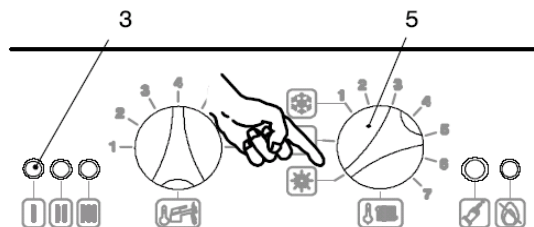

fig. 2.3
4. Поверните селектор поз. 5 в положение как показано на рис.2.3. Световой индикатор будет мигать 3 раза через каждую 1 секунду.